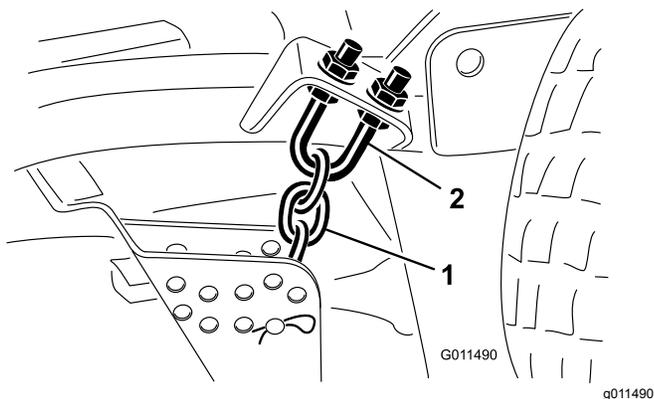

Рисунок 77
1. Отпустите верхние или нижние контргайки на П-образном болте цепи регулировки высоты скашивания (**Рисунок 77**).